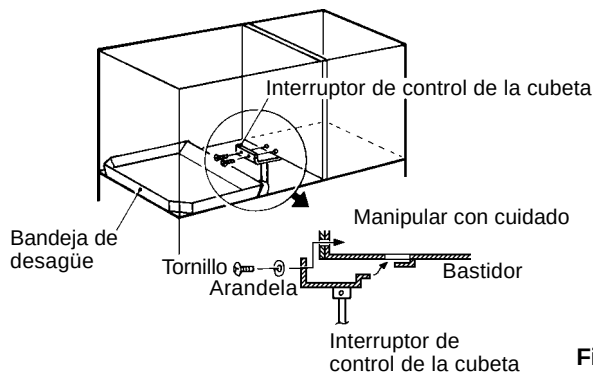

Fig. 7
- 7) Retirar la cinta de embalaje que sujeta el interruptor de control de la cubeta sobre la bandeja de desagüe. Instalar el interruptor de control en el bastidor situado en la parte inferior izquierda de la unidad de condensación y asegurarlo con los dos tornillos y las dos arandelas suministradas. Véase la fig. 7.